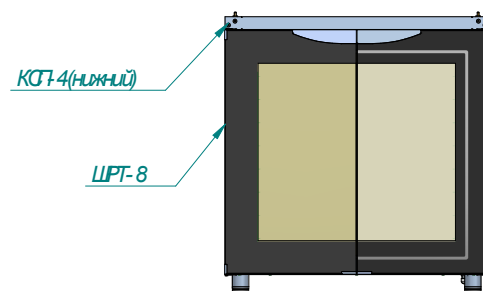

Рис.3
Рис. 3 а
- на "Крышу" ШРТ-8 установить КСП-4 (нижний) см.Рис.3;
Внимание: чтобы зафиксировать КСП-4(нижний) необходимо в "Задней стенке" ШРТ-8 открутить два верхних "самореза". После установки КСП крепеж закрутить обратно ("Косынки КСП должны прилегать плотно к ШРТ-8) см. Рис. 3 а.